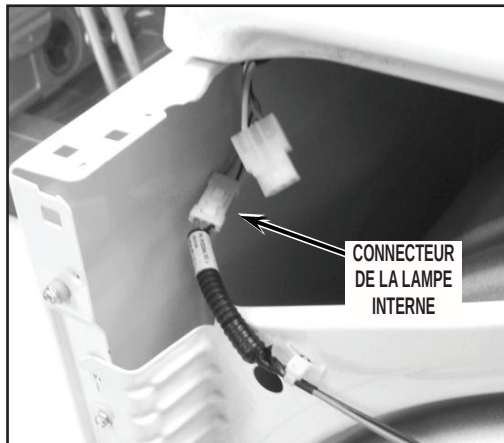

FIGURE 5
6. Débrancher le connecteur de la lampe interne (angle supérieur/avant/gauche de l'appareil). Voir la Figure 5.